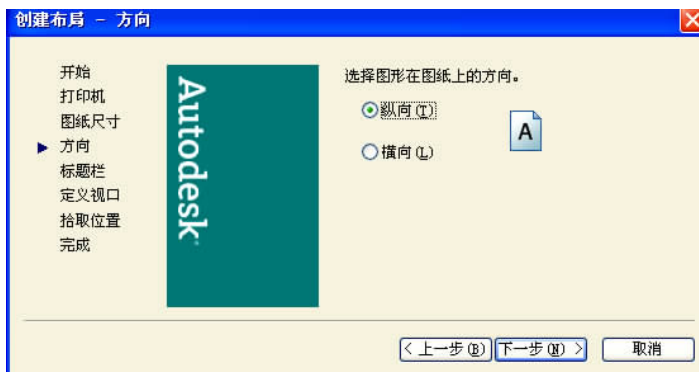

图 13.13 “图纸方向选择”窗口
(4) 定义好图纸尺寸后,单击 **下一步(N) >** 按钮,进入“方向”窗口,选择图纸方向为横向还是纵向,如图 13.13 所示。